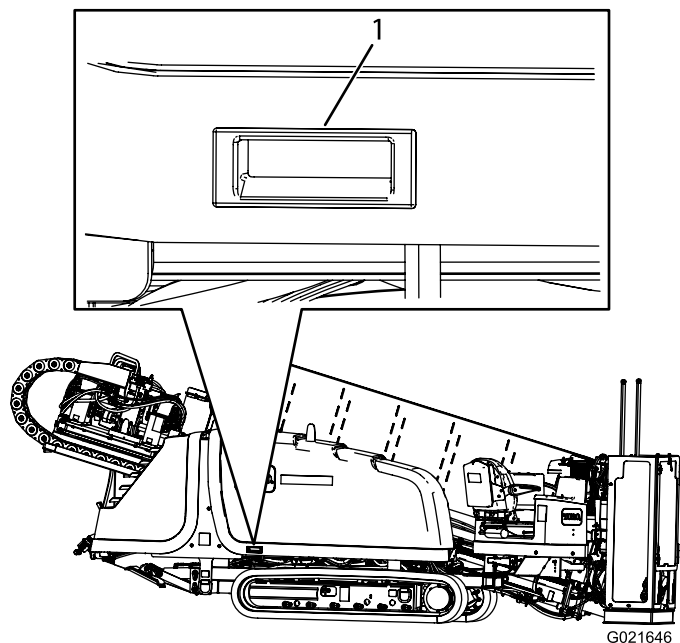

Figura 94
3. Levante el asa, según se muestra en la (Figura 94).